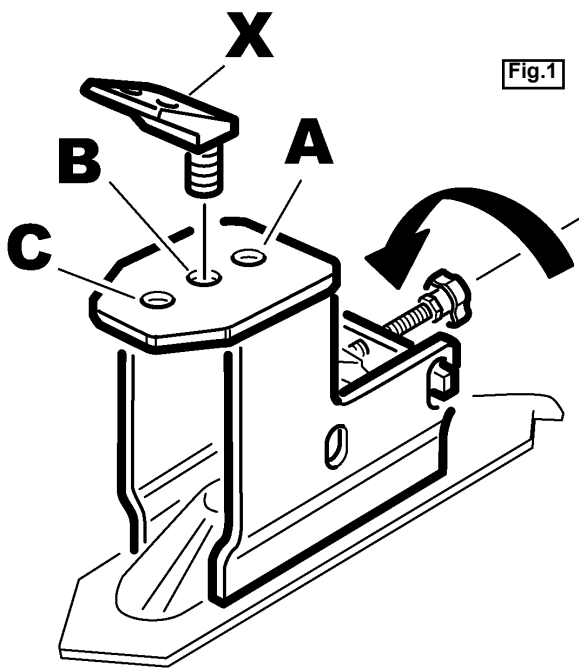

Fig.1
Il cuneo di bloccaggio (X) deve essere inserito nel foro A. In caso contrario, svitare il dado sotto al cuneo, posizionare il cuneo nel foro indicato (Fig.1) e serrare. **Il cuneo di bloccaggio deve sempre essere posizionato con i tasselli in plastica rivolti verso l'interno.**
*The locking clamp (X) must stay in hole A. If it is not set in position, unscrew the nut, set the clamp into the mentioned hole (fig. 1) and tighten. **Note: the locking clamp must always be set with the plastic parts placed inwards.***
*Die Sperrklaue (X) soll ins Loch A eingefügt werden. Wenn sie nicht schon in Stelle ist, die Mutter abschrauben, die Klaue ins Loch einfügen (Abb.1) und alles festmachen. **Anm.: die Sperrklaue soll immer mit den nach innen gewandten Kunststoffstücken positioniert werden.***